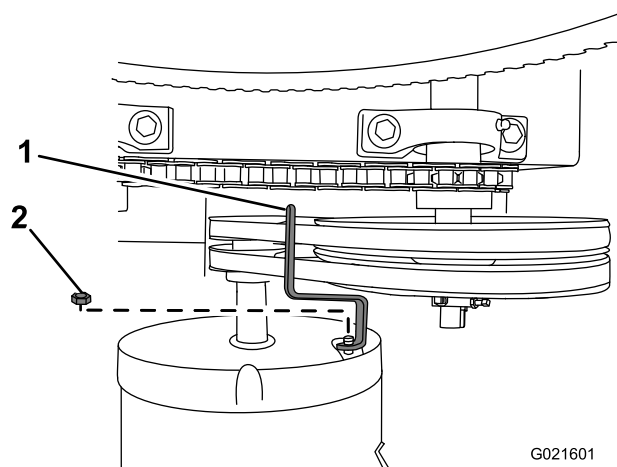

Figura 38
3. Retire la tuerca que sujeta la guía de las correas al motor, y retire la guía de las correas (Figura 38).
7. Sujete la guía de las correas provisionalmente al motor (Figura 38) con el perno que se retiró en el paso 3 de Retirada de las correas (página 26).